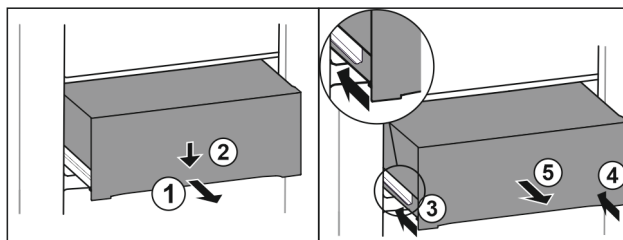

Fig. 104
- ▶ Wyciągnąć szufladę do połowy. Fig. 104 (1)
- ▶ Popchnąć szufladę z przodu w dół. Fig. 104 (2)
- ▶ Wsunąć lewą szynę o ok. 2 cm. Fig. 104 (3)
- ▶ Wsunąć prawą szynę o ok. 2 cm. Fig. 104 (4)
- ▶ Wyjąć szufladę do przodu. Fig. 104 (5)